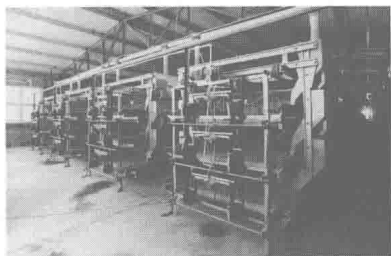
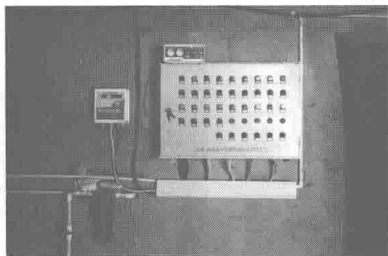

图 2-2 叠层鸡笼
图 2-3 自动控制台
10 万、20 万、30 万、50 万标准肉鸡场的鸡舍平立面图分别见文后附图 1-2、附图 2-2、附图 3-2、附图 4-2。
(2) 鸡舍剖面图、鸡笼设备详图 10 万、20 万、30 万、50 万标准肉鸡场的鸡舍剖面图、鸡笼设备详图分别见附图 1-3、附图 2-3、附图 3-3、附图 4-3。
在我国，随着土地资源的紧缺，设备的不断完善及养殖技术的成熟，笼养自动化（图 2-2）已成为必然趋势，加装自动饮水系统、自动上料系统和自动清粪系统，由自动控制台（图 2-3）